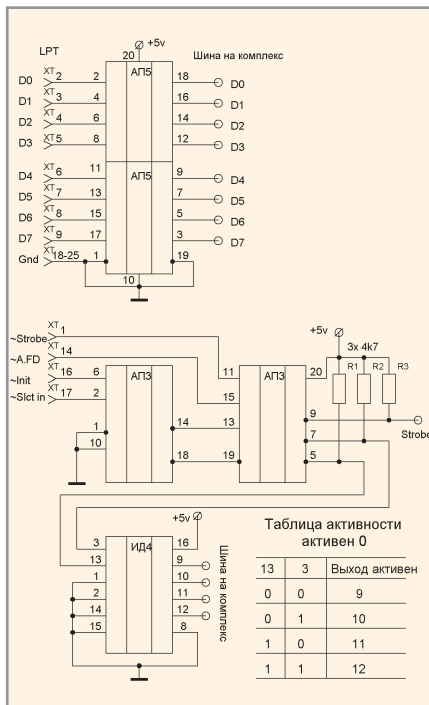

Рис. 4. Блок ДП: узел буферов и дешифрации
- защитного буфера порта компьютера (см. рис. 4);